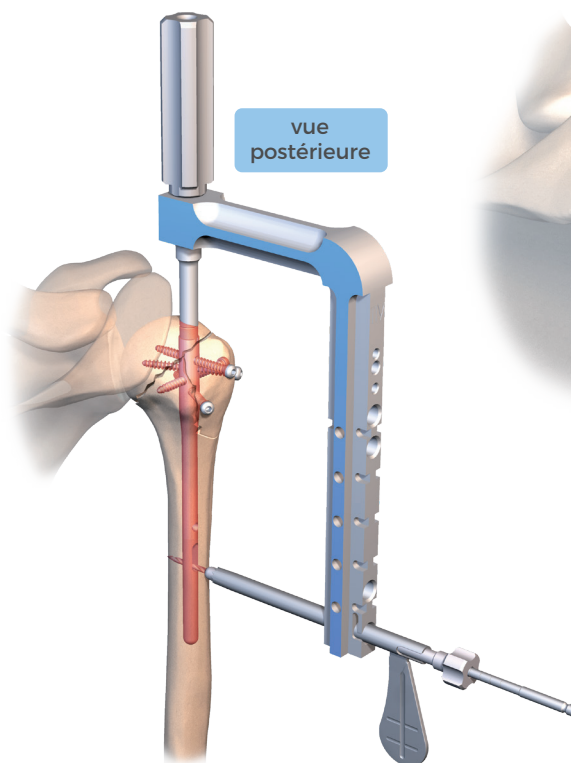

fig. 9
• Perçage avec le foret de diamètre 3.1 mm (réf. 270 821) (fig.9) et lecture directe sur la mèche de la longueur de vis.